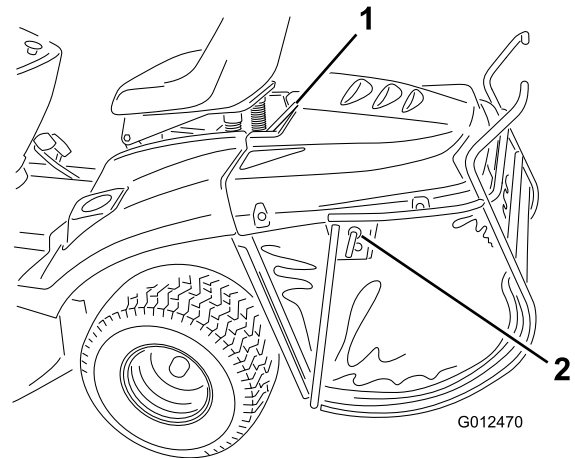

Figure 35
1. Placez la goupille de verrouillage sur le bac à herbe (Figure 35).
2. Soulevez le bac à herbe au moyen de la barre de support supérieur (Figure 35).